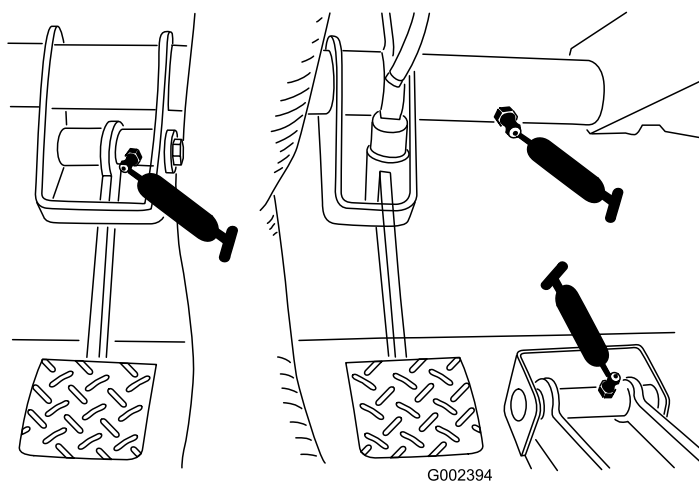

Figura 36
- Embrague (1), acelerador (1), freno (1) (Figura 36)